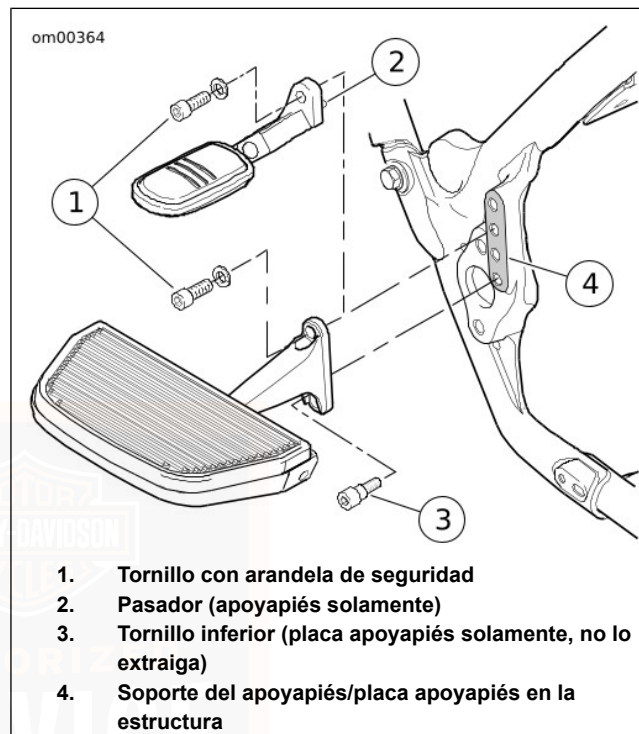

Figura 30. Placa apoyapiés del pasajero/apoyapiés (típica)
1. Vea Figura 30. Extraiga el tornillo con casquillo con la arandela de seguridad de la parte superior de la pieza de soporte de la placa apoyapiés/apoyapiés. No extraiga el tornillo inferior de las placas apoyapiés.